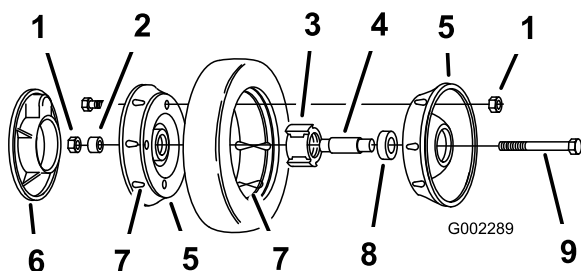

Figura 31
3. Retire el perno, el suplemento de la rueda y la contratuercas que monta la rueda al brazo de pivote (Figura 31).
4. Separe las mitades de la rueda del neumático retirando los 4 pernos y las 4 contratuercas (Figura 31).
Nota: Si retira los cojinetes del conjunto de cojinete/buje, retírelos apretando sobre el suplemento del cojinete (Figura 31).
1. Coloque el neumático en una mitad de rueda, alineando las orejetas en cada pieza (Figura 31).
que las patas del buje están posicionadas sobre la brida del hueco (Figura 31).
3. Coloque la otra mitad de la rueda sobre el conjunto cojinete/buje, alineando las orejetas de la rueda y del neumático y los taladros de montaje (Figura 31).
4. Usando 2 tornillos o pernos de rosca completa (1/4-20 x 1,50 pulgadas) y tuercas no de freno, conecte sin apretar las dos mitades de la rueda. Monte los tornillos o pernos en taladros opuestos (Figura 31).
5. Compruebe la alineación de todas las piezas y apriete los pernos, alternando de uno a otro para que el encaje sea uniforme, hasta que las mitades de la rueda estén juntas (Figura 31).
6. Instale los 2 pernos y 2 contratuercas que retiró anteriormente en los taladros restantes de las mitades de la rueda, y apriételos. Retire los dos tornillos o pernos largos y sustitúyalos por 2 pernos y 2 contratuercas (Figura 31).
7. Instale la rueda en el brazo de pivote con los pernos, un suplemento y una contratuercas. Asegúrese de que el suplemento está colocado entre el buje de la rueda y el brazo de pivote (Figura 31).